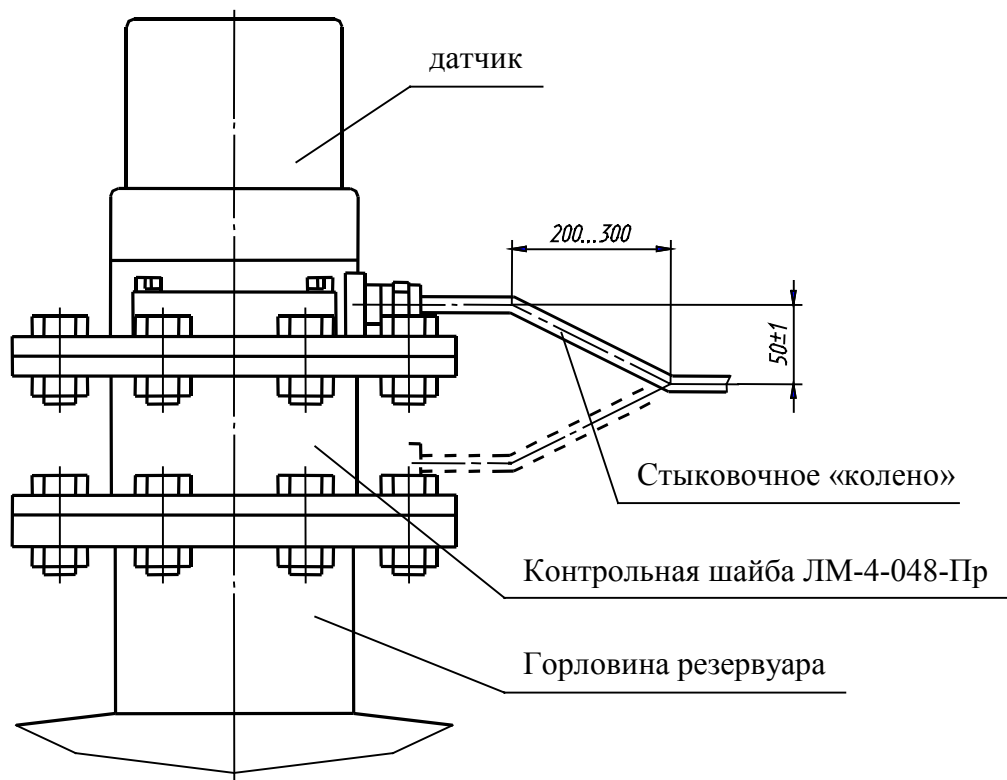

Рис. 8.8 Установка контрольной шайбы для проведения периодической проверки
8.9. Монтаж датчика с устройством для поверки (контрольная шайба) при проведении периодической поверки производить в соответствии с требованиями раздела 8.2 Методики поверки УЛМ0.01.000МП и рис.8.8 настоящего ТО.
8.10. Для проведения метрологической периодической поверки датчика в случае прокладки кабеля в металлической трубе ее отрезок, непосредственно присоединяемый к датчику, рекомендуется выполнить в виде “колена” (см. рис.8.8).
Допускается исполнение стыковочного “колена” трубы с отступлением от рис.8.8 при условии выполнения требований ГОСТ Р 52350.17-2005, а также Методики поверки УЛМ0.01.000МП